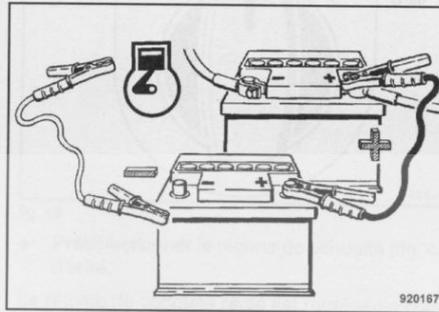

fig. 42
- Brancher ensuite un côté du câble de masse à la borne moins de la batterie auxiliaire puis l'autre côté du câble à une point de masse au moteur ou la carrosserie aussi éloigné que possible de la batterie (fig. 42).